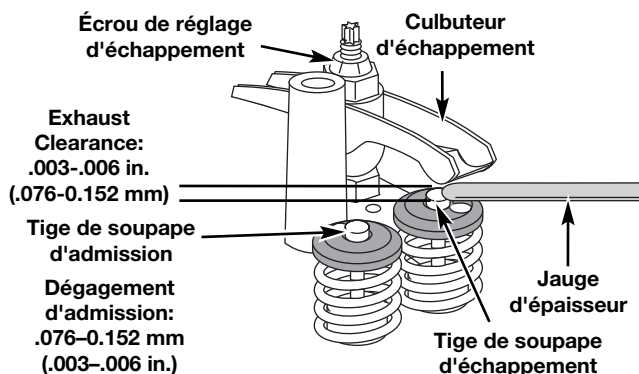

Fig. 35
L'écart de jeu recommandé pour l'admission est de 0,076 – 0,152 mm (0,003 – 0,006 po). L'écart de jeu recommandé pour l'échappement est de 0,330 – 0,406 mm (0,013 – 0,016 po). Servez-vous d'une jauge d'épaisseur d'automobile standard de 0,127 et 0,381 mm (0,005 et 0,015 po). La jauge d'épaisseur devrait pouvoir glisser entre le culbuteur et la tige de soupape en rencontrant une faible résistance mais sans coller (Fig. 35).
- Tournez l'écrou de réglage à l'aide d'une clé de 8 mm (5/16 po) ou d'un tournevis à embout hexagonal (Fig. 35).